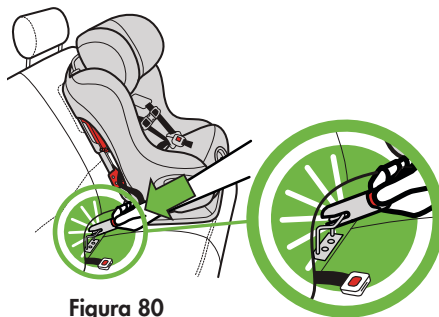

Figura 80
- Presione el conector LATCH en los sujetadores inferiores LATCH hasta que escuche un clic en el conector LATCH, como se muestra en la **figura 80**.